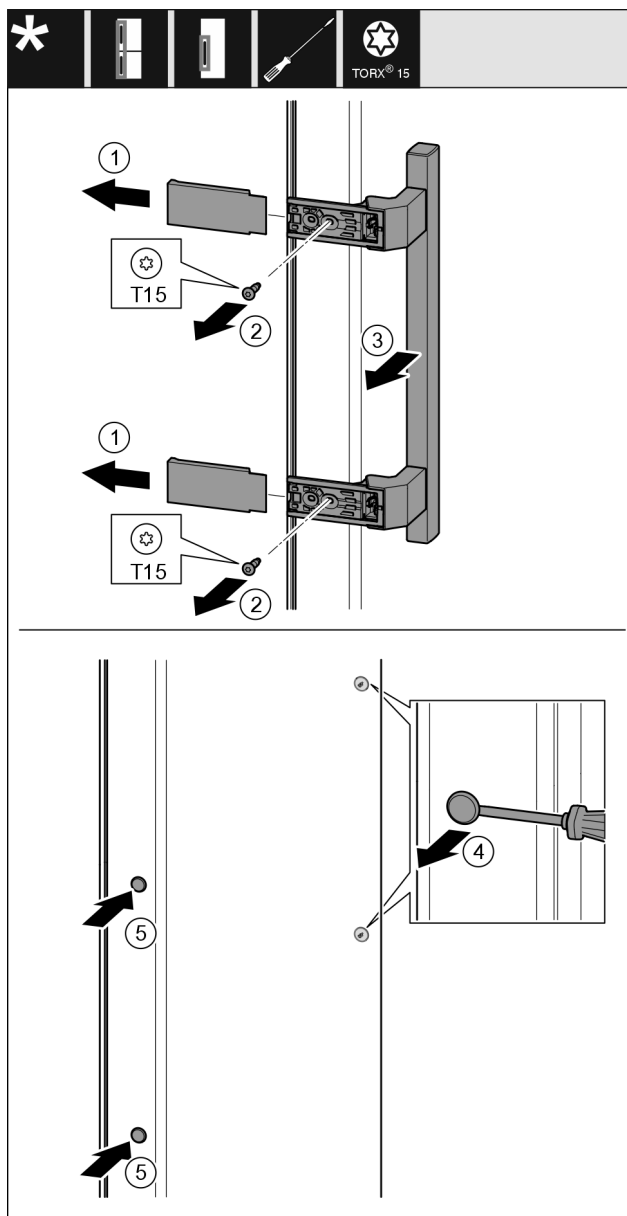

Fig. 54
- Stáhněte kryt Fig. 54 (1).
- Šroubovákem vyšroubujte šrouby Fig. 54 (2).
- Sejměte madlo Fig. 54 (3).
- Postranní zátku Fig. 54 (4) opatrně plochým šroubovákem nadzvedněte a vytáhněte.
- Zátku Fig. 54 (5) opět vložte na druhé straně.